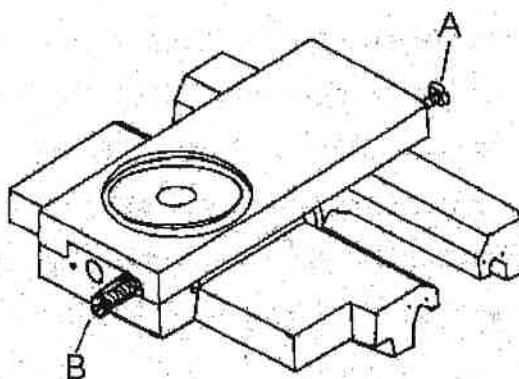

Abbildung 33
7.8.2. Planschlitten Justierung Abb. 33